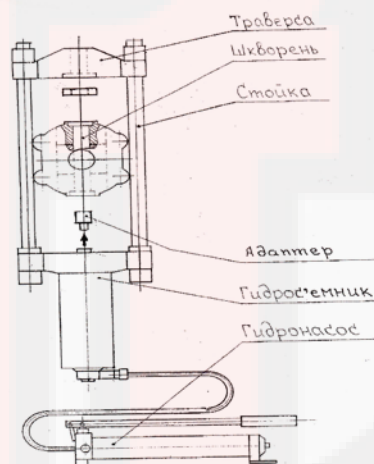

Рис.1
4.1 Съемник в сборе состоит: гидроцилиндра, стоек, траверсы, гаек, контргаяк, подводящего штуцера с шариковым клапаном, ручного плунжерного насоса рис.1